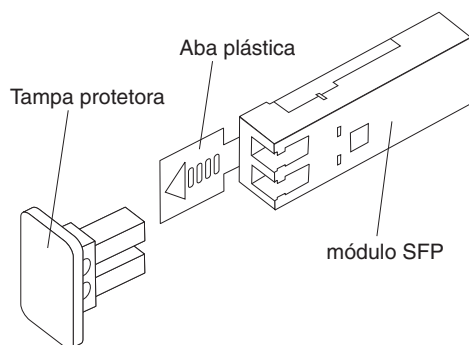

Figura 57. Módulo SFP e Tampa Protetora
- b. Remova a tampa protetora do módulo SFP, conforme mostrado na Figura 57. Guarde a capa protetora para utilização futura.